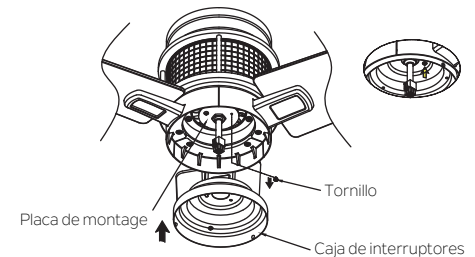

Fig. 15
Paso 1. Retire uno de los tornillos de montaje preinstalados en la placa de montaje y guarde estas piezas para uso posterior. Afloje los otros dos (no los retire). Coloque los dos orificios ovalados en la caja de interruptores sobre los 2 tornillos aflojados anteriormente de la placa de montaje. Haga girar la caja de interruptores hasta que se trabe en su lugar en el extremo angosto de los orificios principales. Asegure ajustando los tornillos aflojados previamente y el tornillo retirado anteriormente. (Fig. 15)